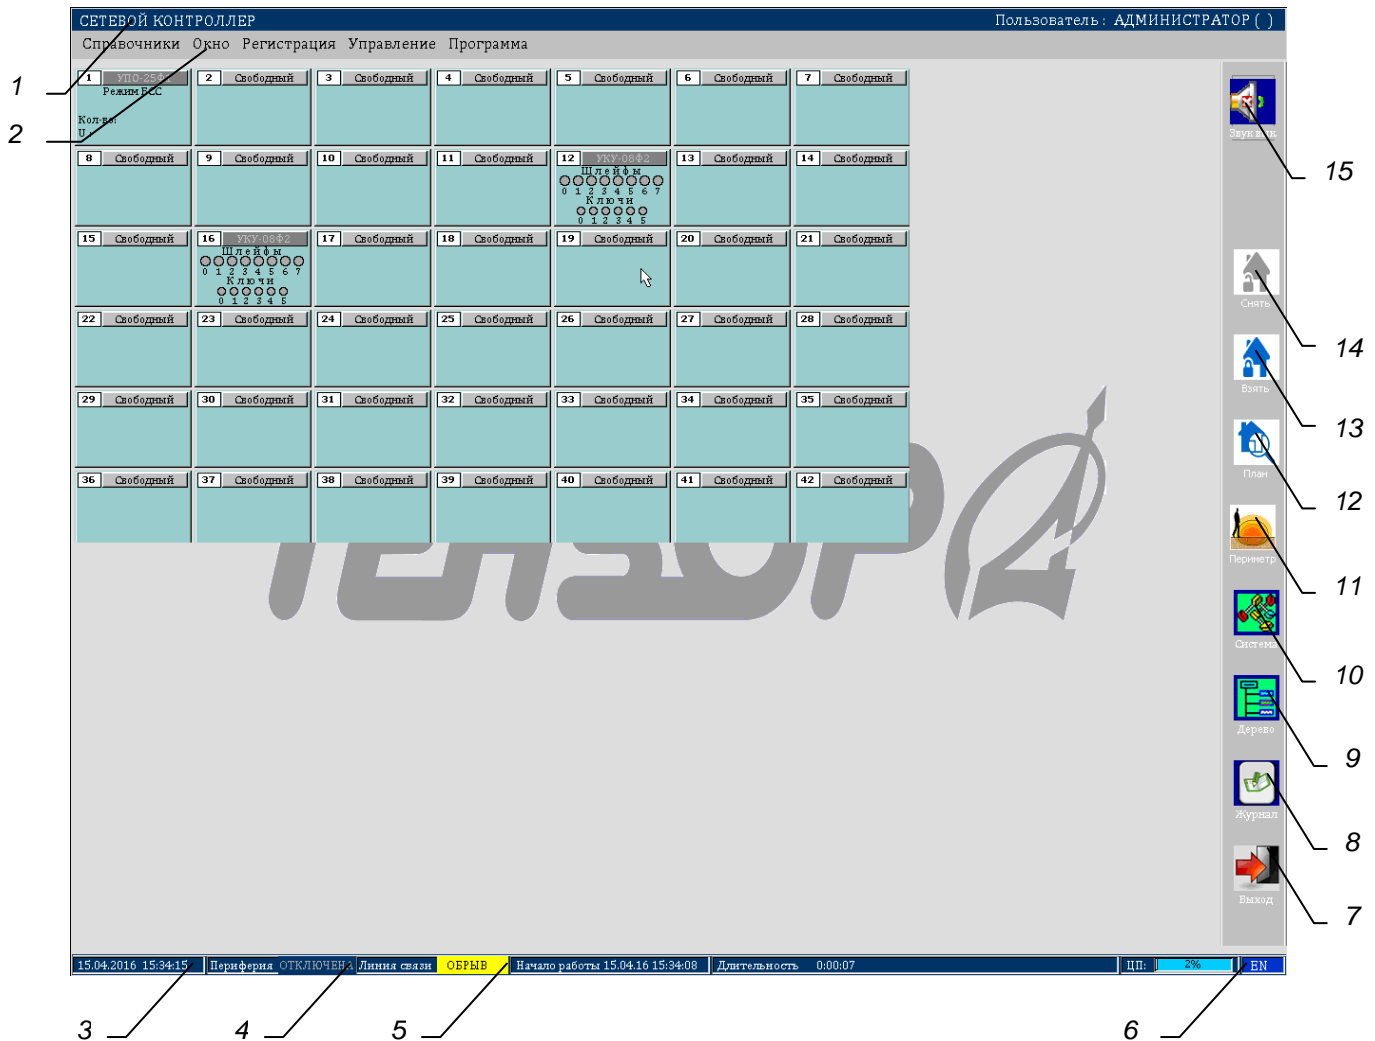

Рисунок 2.1 – Главное окно программы
- выбором пункт "Структура" в меню "Справочники" Главного меню (Рисунок 2.1).
Для открытия окна "План объекта" необходимо в главном окне программы нажать кнопку "План" (поз.12 рис.2.1).